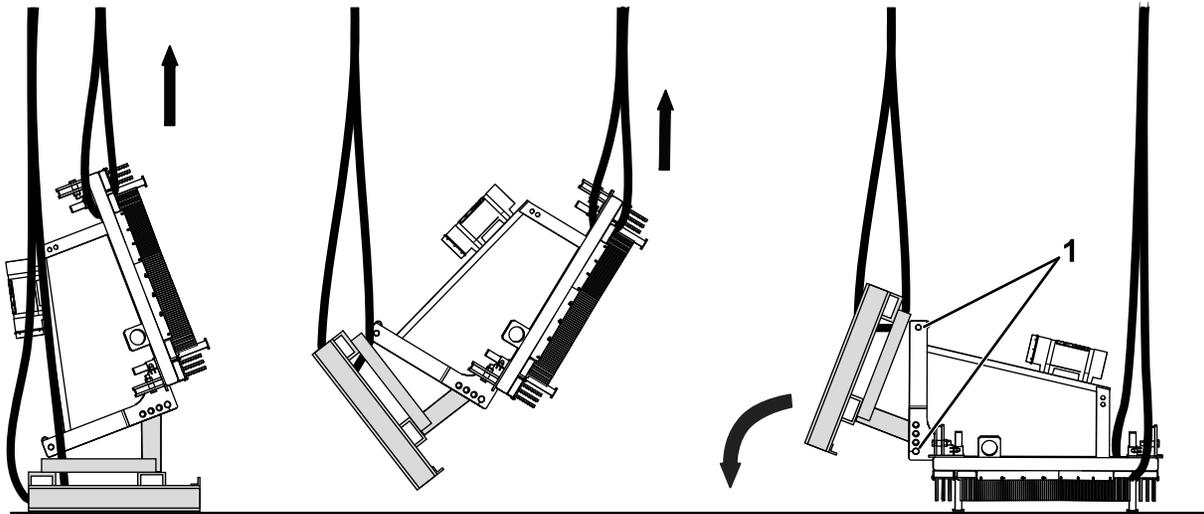

Figure 4
4. Abaissez l'accessoire doucement et de manière contrôlée, comme montré à la Figure 4, jusqu'à ce qu'il soit posé sur le sol.